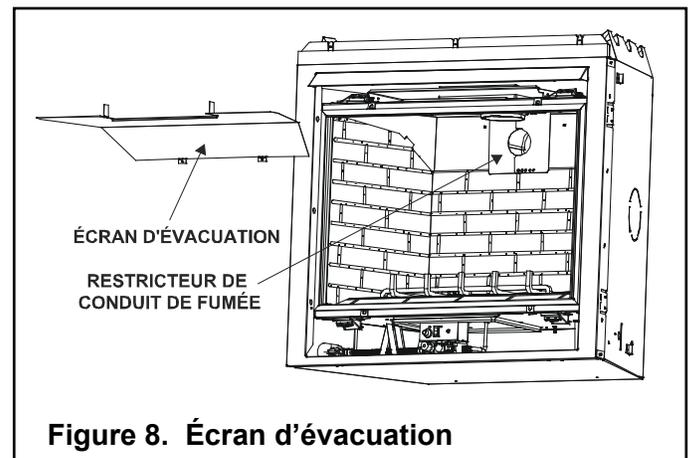

Figure 8. Écran d'évacuation
3. Retirez l'écran d'évacuation en retirant les vis à l'arrière du foyer (voir la figure 8).